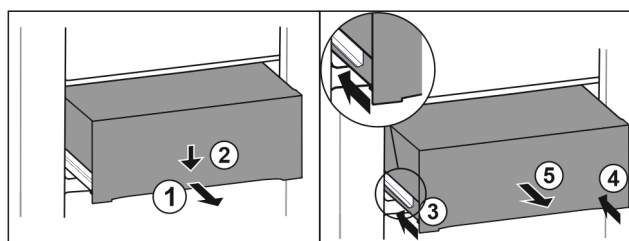

Fig. 120
- ▶ Tirer le tiroir jusqu'à mi-chemin. Fig. 120 (1)
- ▶ Appuyer sur l'avant du tiroir vers le bas. Fig. 120 (2)
- ▶ Insérer le rail gauche d'env. 2 cm. Fig. 120 (3)
- ▶ Insérer le rail droit d'env. 2 cm. Fig. 120 (4)
- ▶ Retirer le tiroir par l'avant. Fig. 120 (5)